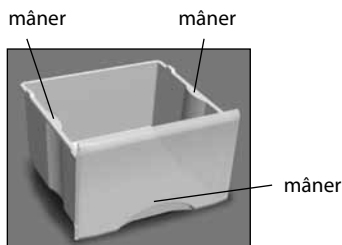

Figura 4 – Coșul BIG-BOX
**3.1.2** În congelatorul M-7204-XXX în conformitate cu figura 4, la coșul BIG-BOX puteți congela mai mult de 14 kg de alimente proaspete, pe un raft – 15 kg.